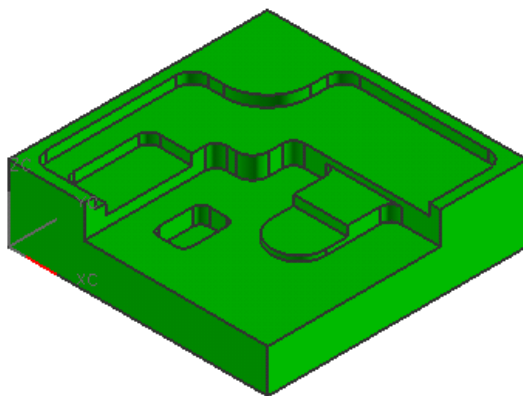

图 8-1
- 平面铣用于加工由平面和与之相垂直的侧面构成的零件，图 8-1 是一个典型的可使用平面铣加工的例子。